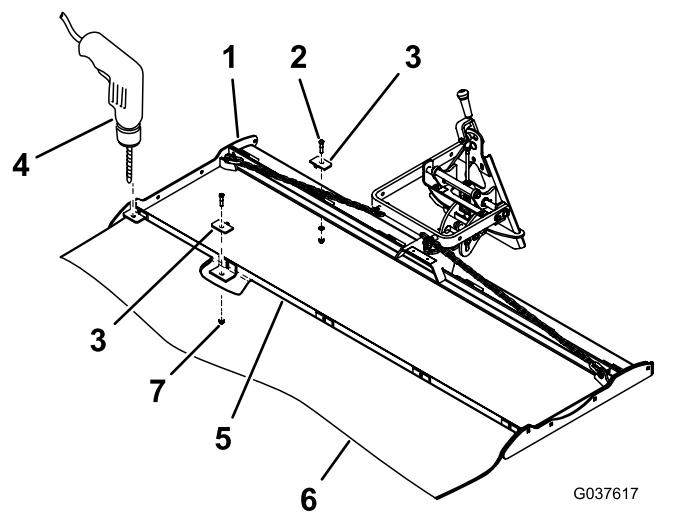

Figura 7
2. Se state montando una rete livellatrice in fibra di cocco, praticate un foro (3/8 poll.) nella rete livellatrice in ciascuna posizione dei morsetti, utilizzando il fermo della rete livellatrice come riferimento (Figura 7).
3. Per ciascuna rete livellatrice, fissate il bordo al relativo sistema di trasporto, come illustrato nella Figura 7, utilizzando 5 bulloni (3/8 x 1 poll.), fermi delle reti livellatrici e dadi flangiati (3/8 poll.).